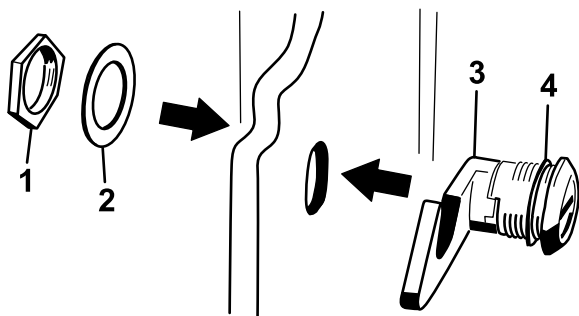

Figura 7
3. Retire la tuerca del conjunto de cierre del capó (Figura 7).
- Desde fuera del capó, introduzca el enganche del cierre a través del orificio del capó y asegúrese de que la junta de goma queda en el exterior del capó (Figura 7).